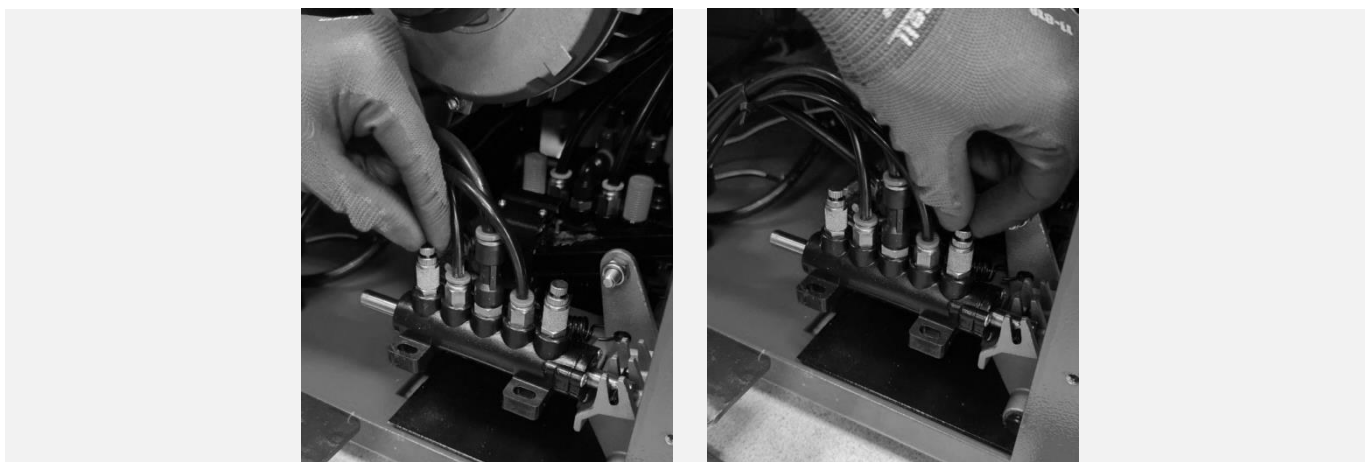

Рисунок 65
11.7.2 Поворачивая пневмодроссель с глушителем, расположенный на пневматическом распределителе, управляющим движением монтажной колонны (см. Рисунок 65), установить требуемую скорость (плавность) откидывания и возврата в рабочее положение монтажной колонны.